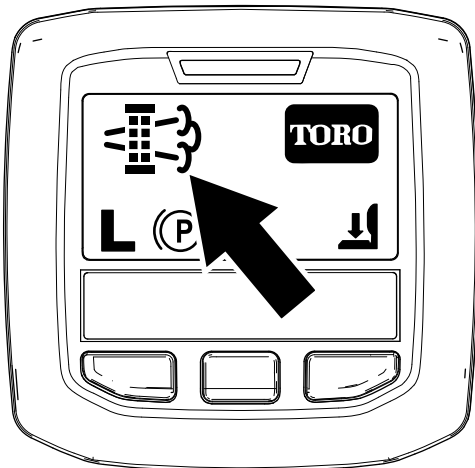

Figura 43
- Quando il computer del motore richiede una rigenerazione parcheggiata o una rigenerazione di recupero, nell'InfoCenter viene visualizzata l'icona della richiesta di rigenerazione (Figura 43).